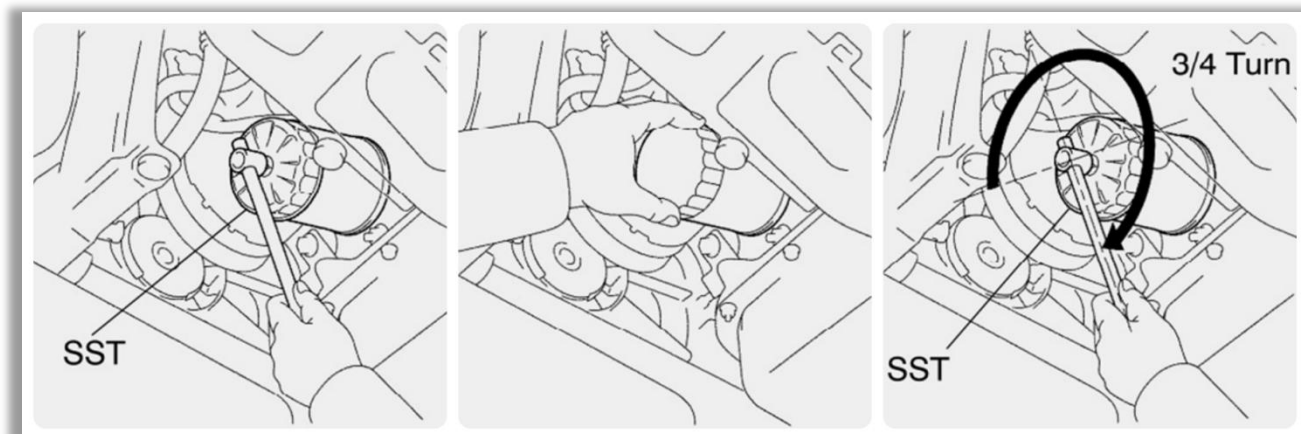

Рисунок V-2
- 4) Снимите масляный фильтр с помощью специального ключа (Рисунок V-2).
- 7) Затяните масляный фильтр рукой до плотного прилегания прокладки к посадочному месту (Рисунок V-2).
- 8) Затяните фильтр специальным ключом на $\frac{3}{4}$ оборота (Рисунок V-2). Убедитесь, что уплотнительное кольцо не повреждено.